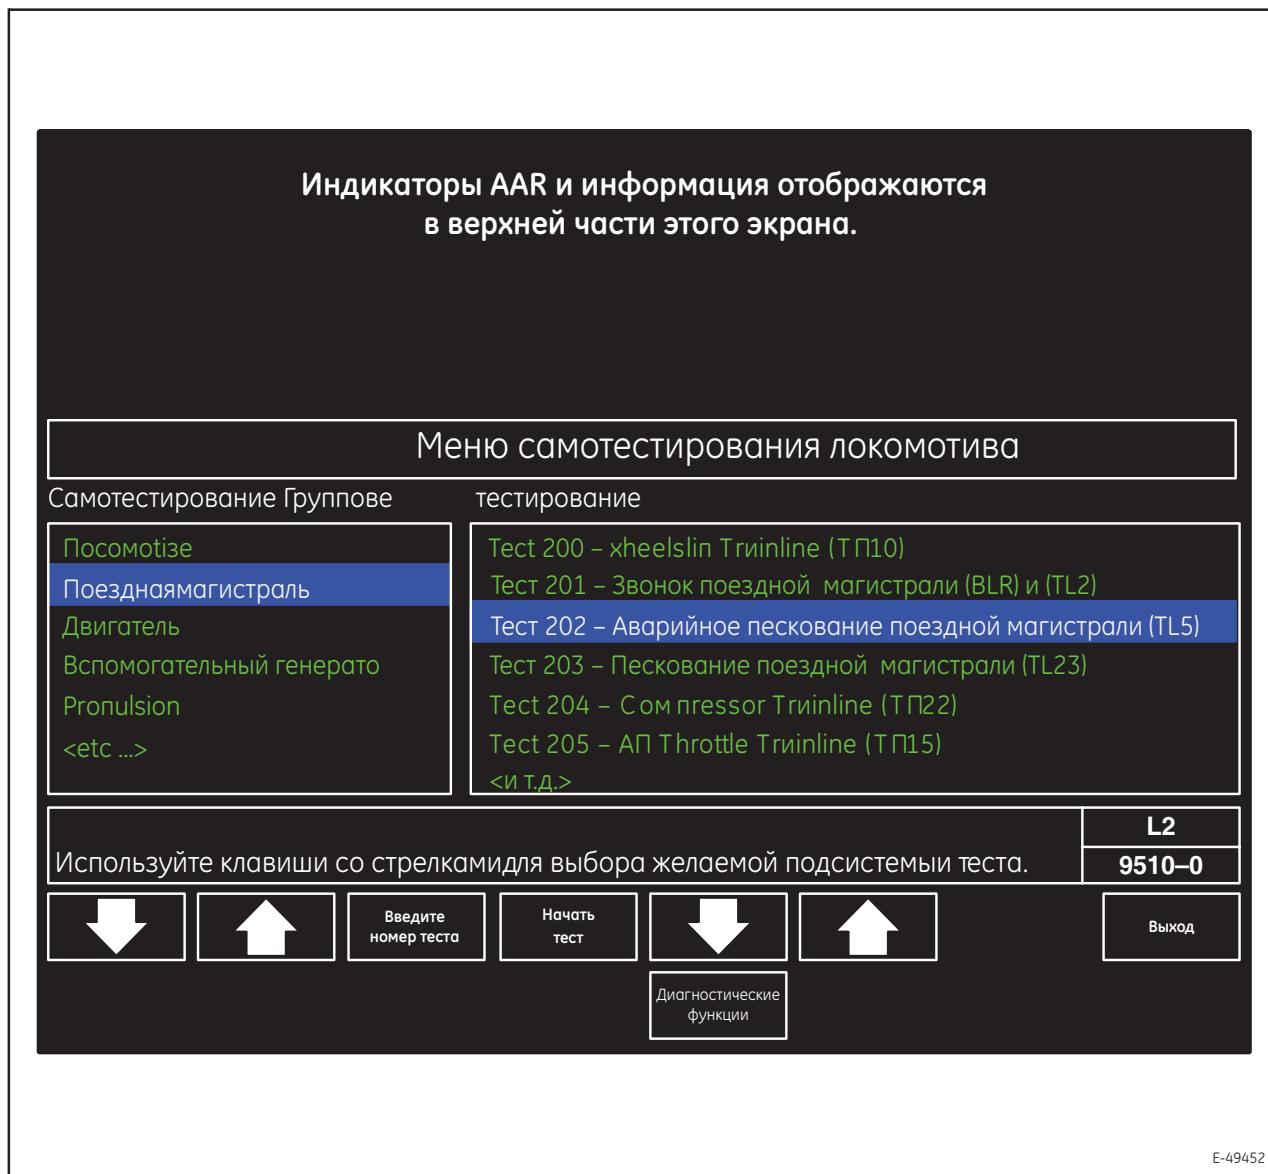

Рисунок 6. Типовой экран меню самопроверки локомотива (9510-0)
3. Нажмите сенсорную клавишу 6 (**Loco Tests**) (Проверки локомотива) на экране дополнительных меню главного рабочего экрана (0000-1, Рисунок 5) для отображения экрана проверки локомотива (9500-0), при нажатии сенсорной клавиши F6 (Manual Self Test (Ручная самопроверка) отобразится экран меню самопроверок локомотива (9510-0, Рисунок 6).
- iv. Сенсорная клавиша F8 (**Exit**) (Выход) – осуществляет выход из выполняемой самопроверки и возврат на экран меню самопроверок локомотива (9510–0, Рисунок 6).